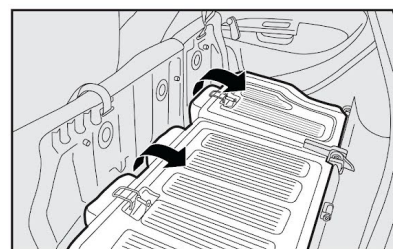

fig. 91
1) Rebater para trás o banco traseiro completo **fig. 91**.